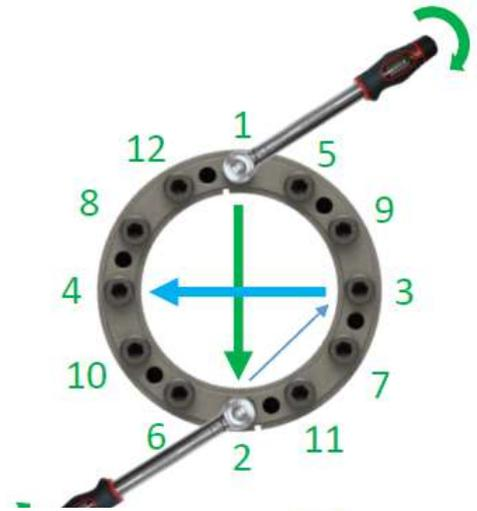

Imagen 3
8. De nuevo con la llave dinamométrica ajustada al 100% del par de apriete (**Ms**) indicado en el catálogo (ver *Tabla 1 ó 2*) y comenzando por el tornillo n.º 1, repasar todos los tornillos en sucesión circular hasta completar una vuelta (ver *Imagen 3*); efectuar esta operación hasta que el ángulo de giro de cada tornillo sea inferior a 30°; en cada vuelta cada tornillo debe ser apretado una sola vez.